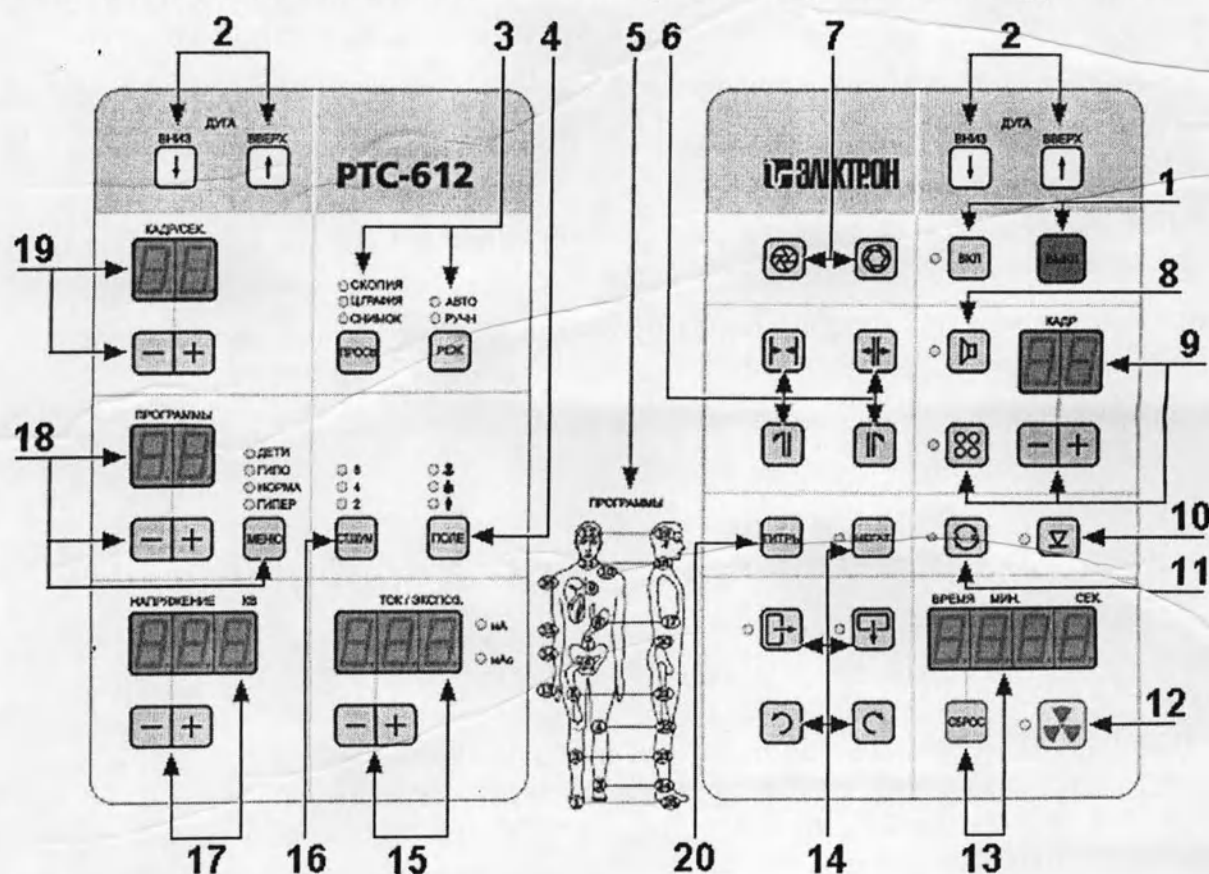

Рис. 3.1. Клавиатура пульта управления
Пульт управления представляет собой контактную пленочную клавиатуру, с цифровой и световой индикацией (рис.3.1) и служит для управления режимами работы рентгеновского излучателя, электронно-оптического блока и управления электро-механическими узлами штатива.
- Кнопки переключения ВКЛ / ВЫКЛ режима -рабочий (ВКЛ) / дежурный (ВЫКЛ), со световой индикацией (рис.3.1, поз.1)
- Группы кнопок управления вертикальным перемещением штатива (рис.3.1, поз.2)
- Кнопки установки режима работы PTC-612, со световой индикацией (рис.3.1, поз.3)
- Кнопка выбора размера рабочего поля, со световой индикацией (рис.3.1, поз.4)
- Диаграмма выбора программ в режиме «СНИМОК» (рис.3.1, поз.5)
- Группа кнопок управления щелевой диафрагмой (рис.3.1, поз.6)
- Кнопки управления ирисовой диафрагмой (рис.3.1, поз.7)
- Кнопка включения/отключения звукового сопровождения при нажатии кнопок, со световой индикацией (рис.3.1, поз.8)
- Группа кнопок отображения изображений, хранящихся в памяти, со световой и цифровой индикацией (рис.3.1, поз.9)
- Кнопка записи изображения в память, со световой индикацией (рис.3.1, поз.10)
- Кнопка смены мониторов отображения, со световой индикацией (рис.3.1, поз.11)
- Кнопка включения высокого напряжения, со световой индикацией (рис.3.1, поз.12)
- Кнопка сброса показаний таймера, с цифровой индикацией (рис.3.1, поз.13)
- Группа кнопок обработки изображения, со световой индикацией (рис.3.1, поз.14)
- Кнопки уставки тока трубки/экспозиции, с цифровой индикацией (рис.3.1 поз.15)
- Кнопка управления режимом шумоподавления, со световой индикацией (рис.3.1 поз.16)
- Кнопки управления уставками напряжения на трубке, с цифровой индикацией (рис.3.1, поз.17)
- Кнопки настройки и выбора программ в режиме «СНИМОК», с цифровой и световой индикацией (рис.3.1, поз.18)
- Кнопки выбора частоты просвечивания режима «СКОПИЯ», с цифровой индикацией (рис.3.1, поз.19)
- Кнопка вывода на экран текущих параметров (рис.3.1, поз.20)
Группа (рис.3.1, поз.1) состоит из двух кнопок. Кнопки  и  служат для
Группы (поз.2 рис.3.1) состоят из 2 пар дублированных кнопок. Кнопки  и  служат для вертикального перемещения штатива (дуги). Кнопки дополнительно продублированы в правом и левом углах верхней панели тумбы (с двух сторон, за пределами клавиатуры пульта – см. Глава 2, п.2.3.5). Кнопки не имеют фиксации. Штатив, на котором закреплена дуга, движется до тех пор, пока кнопка удерживается рукой или не достигнуто одно из крайних положений.
Группа состоит из 2 кнопок (поз.3 рис.3.1).
Кнопка  (поз.4 рис.3.1), с тремя светодиодными индикаторами над ней, служит для автоматического выбора размера рабочего поля. При каждом нажатии кнопки «ПОЛЕ», происходит автоматическое переключение размера раскрытия ирисовой диафрагмы (соответствующего выбираемому размеру поля). Красный цвет ● индикатора (напротив мнемознака) указывает, что диафрагма раскрыта на максимальный диаметр (из возможного для данного поля). Переключение осуществляется от большего рабочего поля к меньшему (от нижнего индикатора к верхнему).
Диаграмма выбора программ при рентгенографии (поз.5 рис.3.1) позволяет при исследовании различных органов настраивать РТС-612 оптимальным (для врача и пациента) образом. Найдите на диаграмме исследуемый орган (в требуемой проекции) и введите на клавиатуре номер программы (указанный на диаграмме напротив исследуемого органа). Подробнее о вводе программы см. п.3.19.
Группа управления щелевой диафрагмой (поз.6 рис.3.1) состоит из 4-х кнопок и предназначена для уменьшения рабочего поля при просвечивании (главным образом конечностей, когда часть прямого пучка рентгеновских лучей попадает на приемник без поглощения в объекте). Задача щелевой диафрагмы – сократить до минимума прямое прохождение рентгеновских лучей (возможно, также, выравнивать перепады яркости).
Группа управления ирисовой диафрагмой состоит из двух кнопок (поз.7 рис.3.1) и предназначена для плавного изменения диаметра рабочего поля установки.
(поз.8 рис.3.1). Красный цвет светодиодного индикатора  (слева от кнопки) уведомляет пользователя о включении режима звукового сопровождения.
«памяти») с помощью кнопки  (поз.9 рис.3.1). Красный цвет светодиода , слева от кнопки, сигнализирует о её включении.